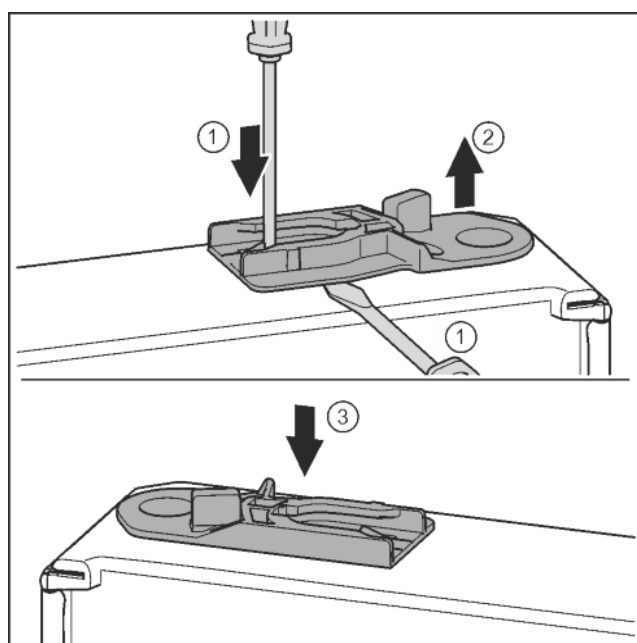

Fig. 37
- ▶ Витягніть направляюче гніздо: Натисніть шліцевою викруткою накладку і одночасно підведіть її під направляюче гніздо. Fig. 37 (1, 2)
- ▶ Направляюче гніздо, що входить до складу поставки, вставити з іншого боку корпусу. Fig. 37 (3)